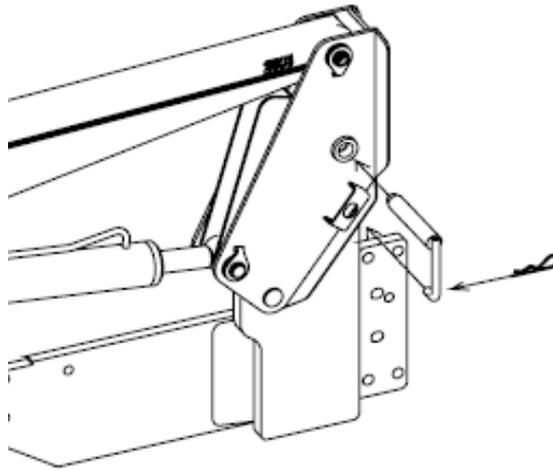

Рисунок 6 - Монтаж погрузчика на трактор
5) Установите оба штифта в опоры и зафиксируйте их шплинтами (рисунок 6). Запустите двигатель трактора и медленно поднимите погрузчик так, чтобы стояночные опоры оторвались от поверхности земли.